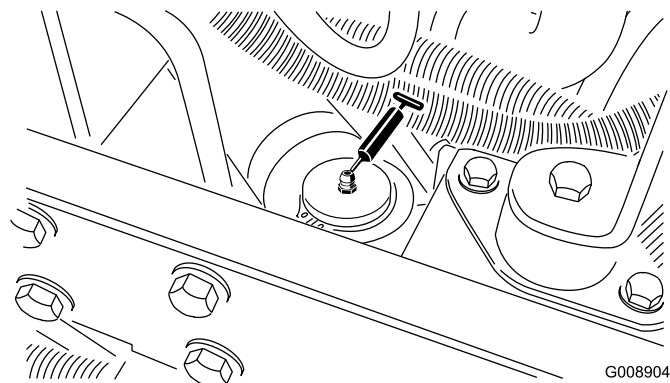

Figure 46
- Vérin de direction (Figure 46).